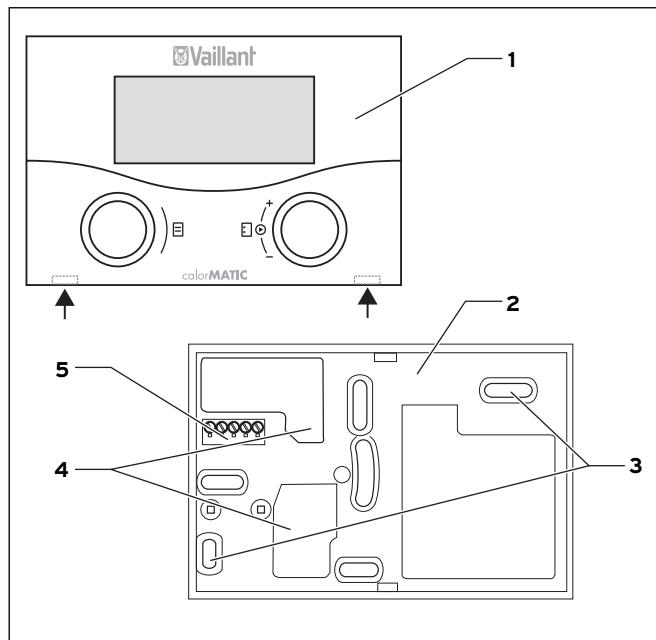

Рис. 4.1 Монтаж calorMATIC 430
- ⇒ Осторожно вставьте регулятор (без настенного цоколя, см. рис. 4.1) штырьковым коннектором в предусмотренный для этого штекерный разъем отопительного прибора.
- ⇒ Извлеките регулятор (1) из настенного цоколя (2). Для этого введите отвертку в обе защелкивающиеся накладки (см. стрелки на рис. 4.1).
- ⇒ Просверлите два отверстия соответственно крепежным отверстиям с диаметром 6 мм (3).
- ⇒ Проведите кабель электронной шины через кабельные вводы (4).
- ⇒ Осторожно вдавите регулятор в настенный цоколь, чтобы он защелкнулся. При этом штырьковый коннектор с обратной стороны регулятора должен подходит к штекерному разъему (5) настенного цоколя.